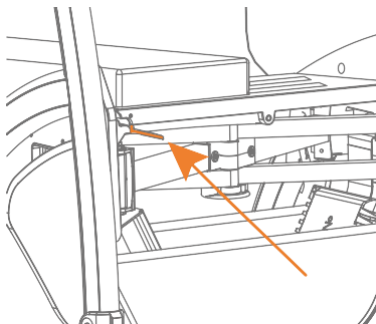
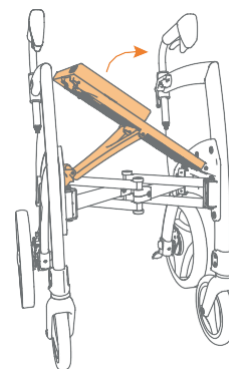

Figura 18: Empujar la palanca roja levantando el asiento.
Figura 19: Levante el asiento parcialmente.
- Empuje la maneta de liberación roja debajo del asiento (**Figura 18**) y levante parcialmente el asiento (**Figura 19**).